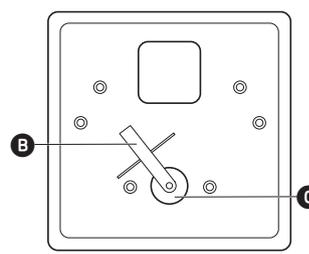

Fig. 3 Tapa interior
- 3 Quite el brazo basculante **B** y la membrana existente **C** de la cubierta. (Fig. 3)
Nota: El brazo basculante debe estar en posición vertical, ver Fig. 3.